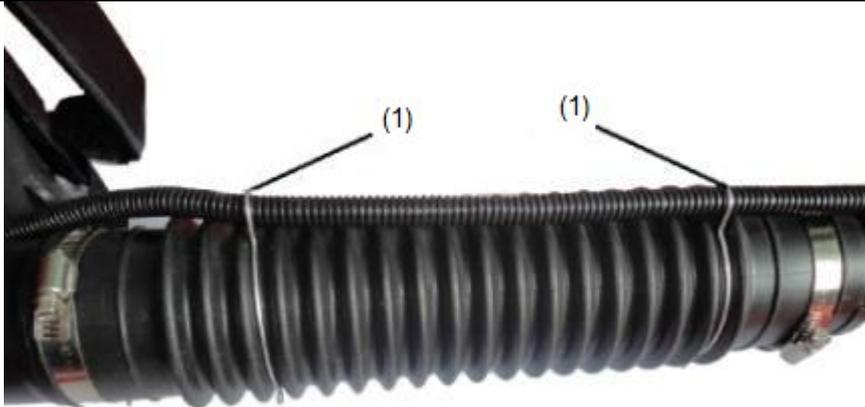

Fig. 5/ 6
4. Fissare le clip del connettore dell'acceleratore (1, fig. 5/6) ad entrambe le estremità del tubo flessibile per fissare il cavo dell'acceleratore.